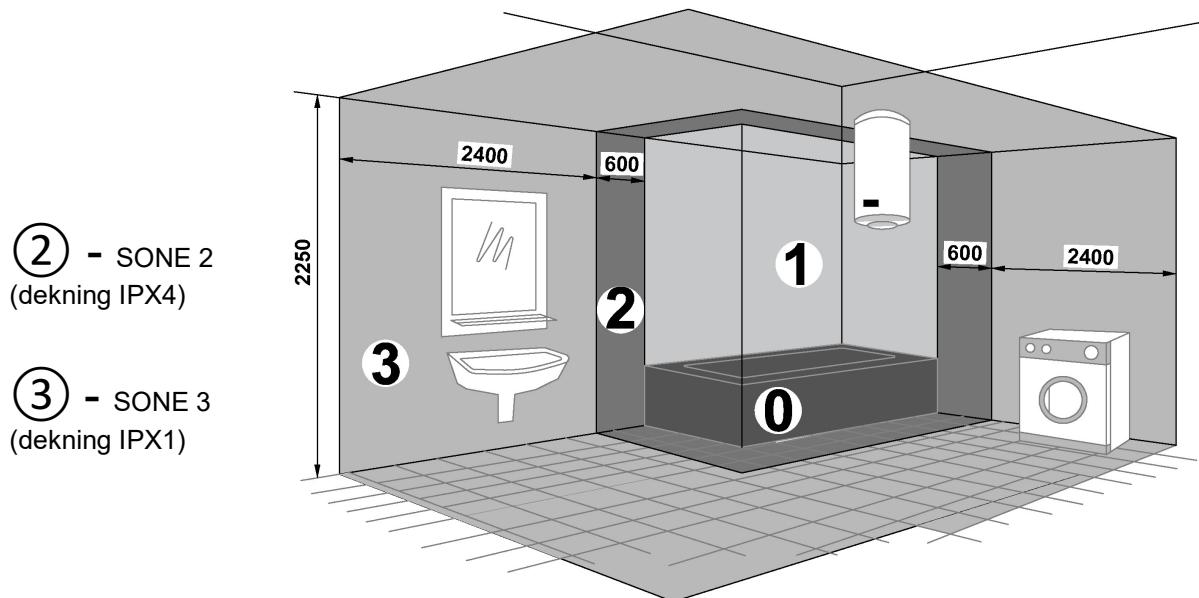

Fig. 1: Fordeling av soner på baderom
- Regulatoren har vannmotstand av klasse I. Ved installasjon på baderom skal apparatet plasseres i sone 3 (se fig. 1) slik at regulatoren er utenfor rekkevidde av den som bruker dusj eller badekar.